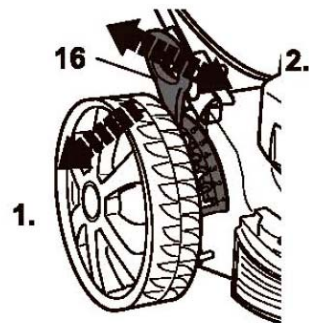

Fig. 7
1. Tirer le levier (16) vers la roue, puis le déplacer vers l'avant ou l'arrière pour régler la hauteur de coupe (Fig. 7).